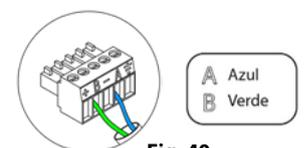

Fig. 40
Para la conexión al bus máquina de la central (2) dispone de 1 borna de 5 pines. Fije los cables con los tornillos de la borna respetando el código de colores (Fig. 40).